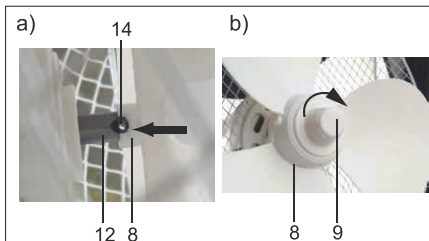

Fig.87: Montaż wirnika
7. Nałożyć nakrętkę (9) na wirnik (8).
8. Dokręcić w kierunku zgodnym z ruchem wskazówek zegara. Patrz rys. 87 b).